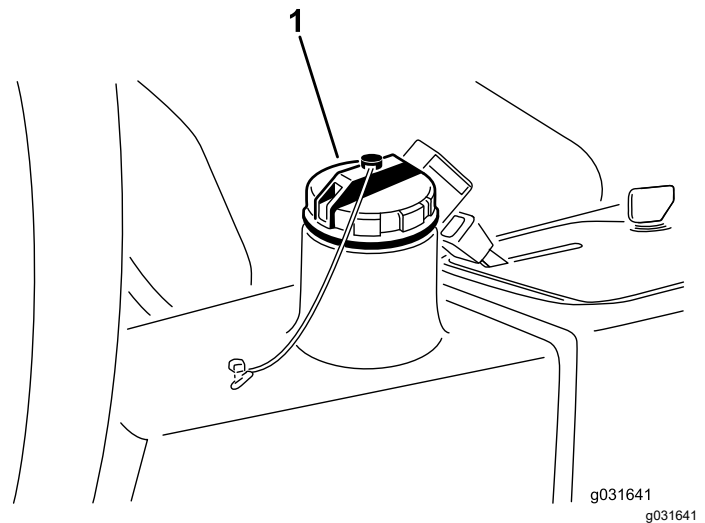

Figura 63
2. Limpie la zona alrededor del cuello de llenado y el tapón del depósito hidráulico (Figura 63).
3. Retire el tapón del depósito hidráulico (Figura 63).